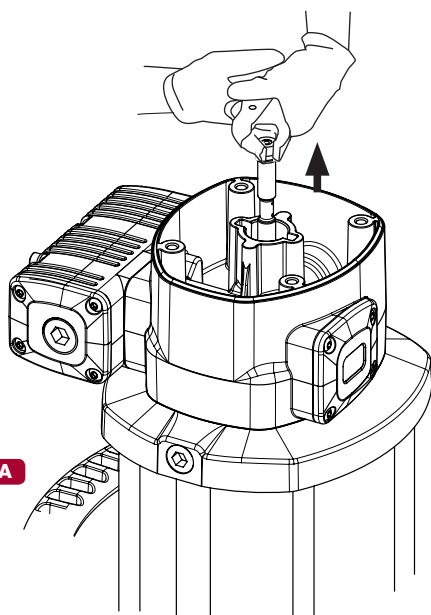
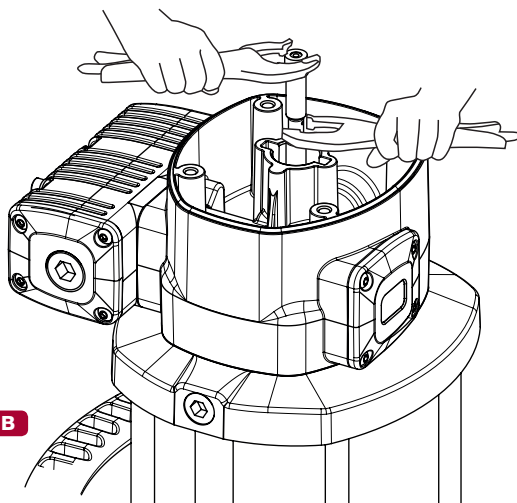

FIG. 8A
FIG. 8B
1. Unscrew the bolts (2) and remove the cap (3).
2. Unscrew the sensor sleeve (4).
3. With a manual clamp on the nut (5), pull the rod (39) outwards until its central recess appears (fig. 8A). Then, with another manual clamp, grab the rod (40) on said recess to prevent sealing surface to be damaged, and unscrew the nut (5) (fig. 8B).
4. Remove o-ring (6) and ring (7), and replace them with new ones later.
5. Unscrew the bolts (55). Pull the motor body (13) outwards to free it along with bridle (36).
6. Take away the gasket (9) and replace its seals (8) and (10).
7. Unscrew the bolts (37) and split the motor (13) from the bridle (36). Take away the washer (32) and replace the seal (8).
8. Take away the cylinder (50) while carefully holding the air piston (46). Replace the piston seal (45).
9. Reassemble in reverse order, applying thread locker in screws (37), nut (5) and sensor sleeve (4).
1. Skruva bort skruvarna (2) och ta bort locket (3).
2. Skruva bort sensorhylsan (4).
3. Använd en polygrip för att hålla fast muttern (5), dra axeln (39) uppåt tills en avsmalning i axeln blir synlig (fig 8A). Använd ytterligare en polygrip och fatta runt avsmalningen i axeln för att undvika skador på tätningsytorna på axelns större diameter, och skruva sedan bort muttern (5) (fig 8B).
4. Ta bort o-ringen (6) och ringen (7) och byt ut mot nya senare.
5. Skruva bort skruvarna (55). Dra bort luftmotorns hus (13) tillsammans med adapterplattan (36).
6. Ta bort hylsan (9) och byt tätningarna (8) och (10).
7. Skruva bort skruvarna (37) och dela luftmotorn (13) från adapterplattan (36). Ta bort brickan (32) och byt ut tätningen (8).
8. Ta försiktigt bort luftcylindern (50) samtidigt som man håller i luftkolven (46). Byt ut luftkolvens o-ring (45).
9. Montera i omvärd ordning, applicera låsvätska på skruvarna (37), muttern (5) och sensorhylsan (4).